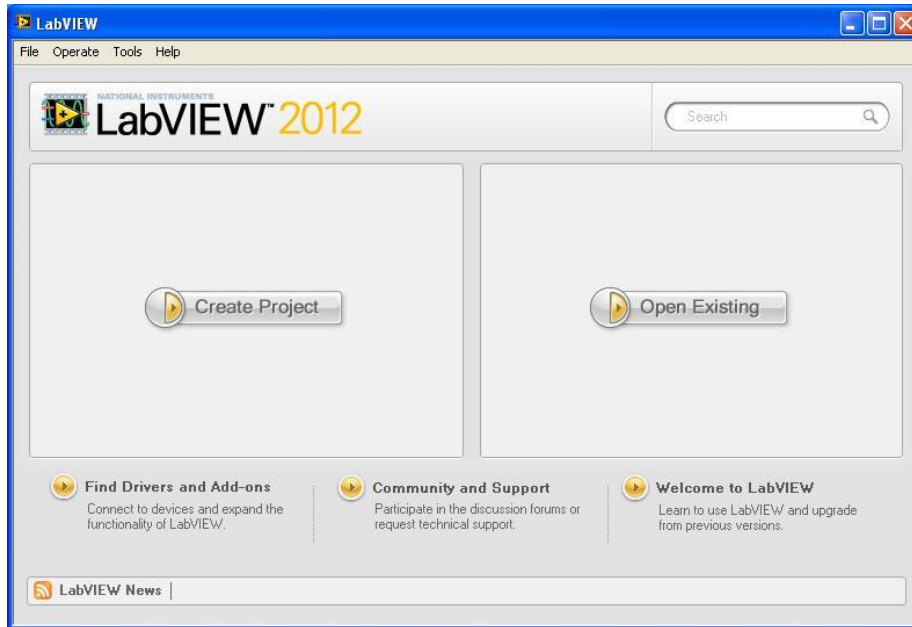

Рис. 1.1. Стартовое окно LabVIEW 12.0
- Запустим программу LabVIEW 12.0, при этом откроется стартовое окно (рис.1.1).